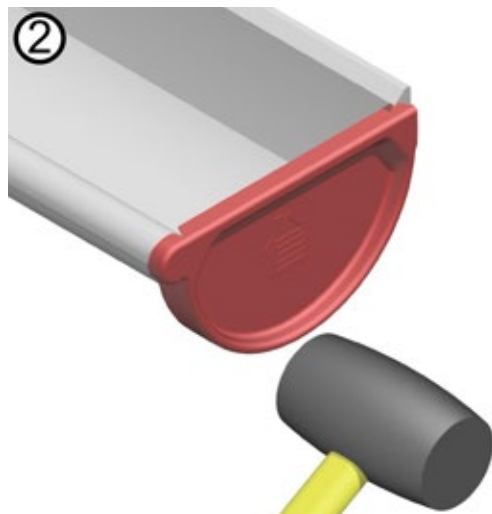

Рис. 15 Установка заглушки
10.2 Срежьте ушко, которое не используется до установки заглушки (рис. 15, ч. 1) или загните его после установки заглушки.
10.3 Установите заглушку на желобе. Для лучшей фиксации заглушки используйте резиновый молоток (рис. 15, ч. 2).